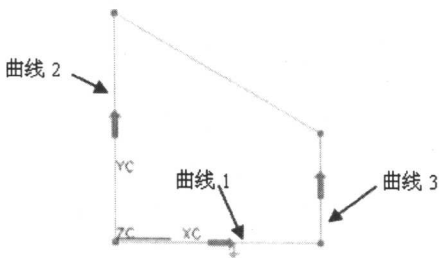

图 1-5 建立约束
- 选择约束图标 (Constraints) 建立以下约束，见图 1-5。